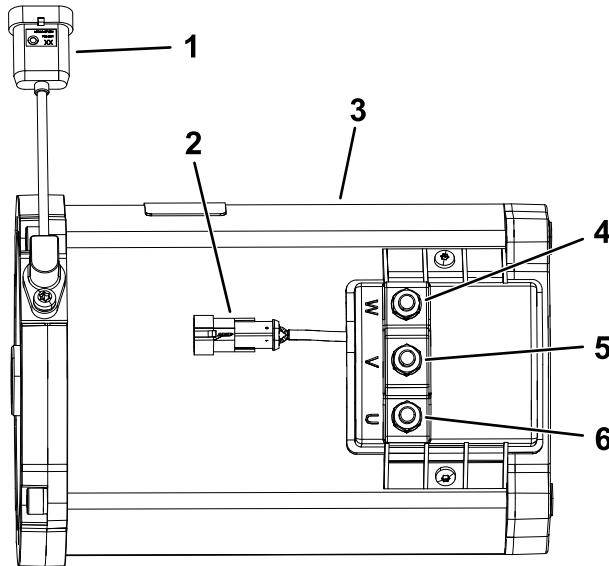

图2
- 如图2所示从牵引马达编码器速度传感器和电热调节器温度上拔掉线束接头。
- A. 将牵引马达和牵引马达编码器速度传感器和电热调节器温度的连接器插入机器线束图2。